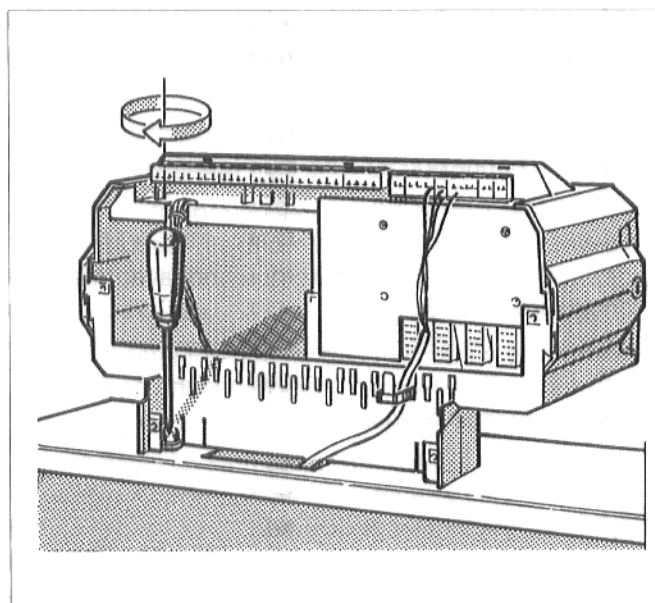

Fig. 13
- Fixer l'appareil de régulation, par les équerres arrières du passage des câbles, au capot de la chaudière au moyen de deux vis (fig. 13).